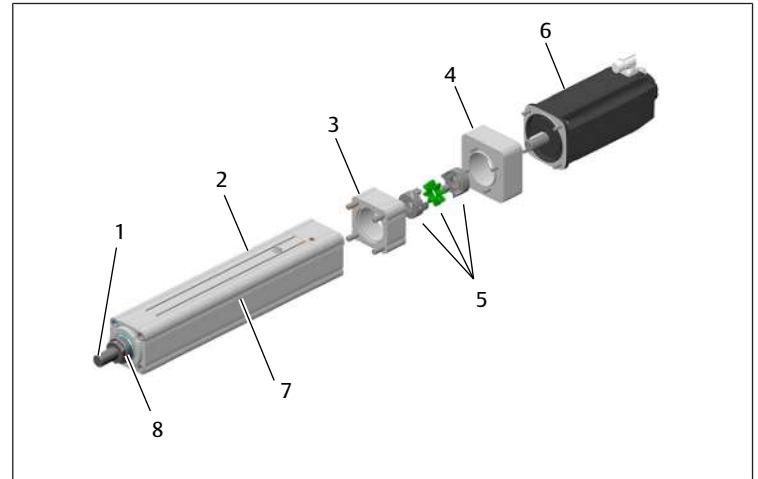

Fig. 5: Vista general (tamaño 100 mm)
- Para el tamaño 100 mm. Véase → Fig. 5.